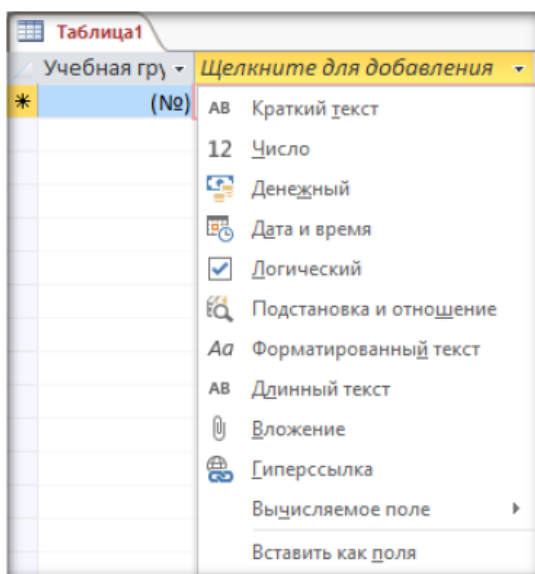

Рис. 3 – тип данных
– Переименуйте поле «Код». Для этого выполните двойной щелчок по названию поля. Включится режим редактирования. Введите название поля «Учебная группа» и нажмите клавишу «Enter». Поле переименуется и вам будет предложено создать следующее, выбрать для него тип данных (рис.3). Выберите «Текст» («Краткий текст»). После вашего выбора включится режим редактирования для имени нового поля. Введите название поля «Куратор» и нажмите клавишу «Enter». Т.к. больше нам не нужны поля в этой таблице, от создания следующего поля следует отказаться.